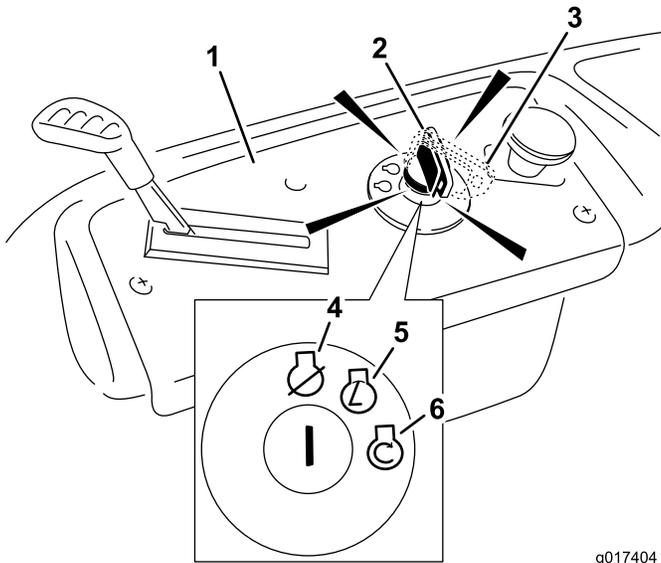

Figura 13
- Rode a chave da ignição para a posição Start para ligar o arrancador. Quando o motor arrancar solte a chave (Figura 13).
2. Desloque a alavanca do acelerador para a posição Fast (Rápido) (Figura 13).